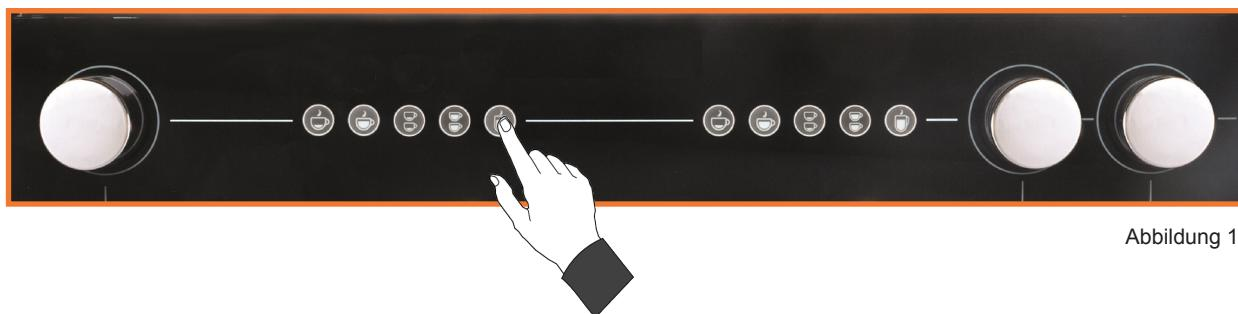

Abbildung 1
3. Taster für kurzen Kaffee und Dauerbrühen der Brühgruppe 1 (links) gedrückt halten. Siehe Abbildung 1.